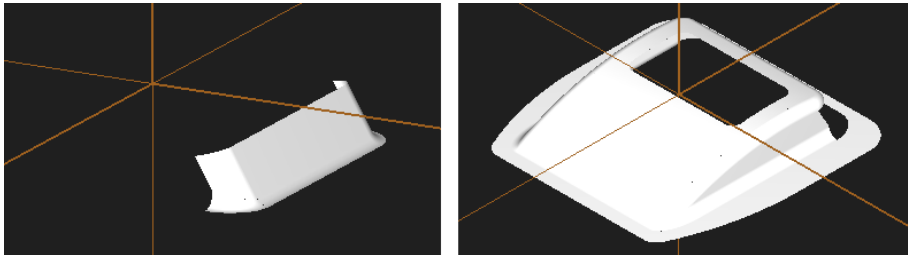
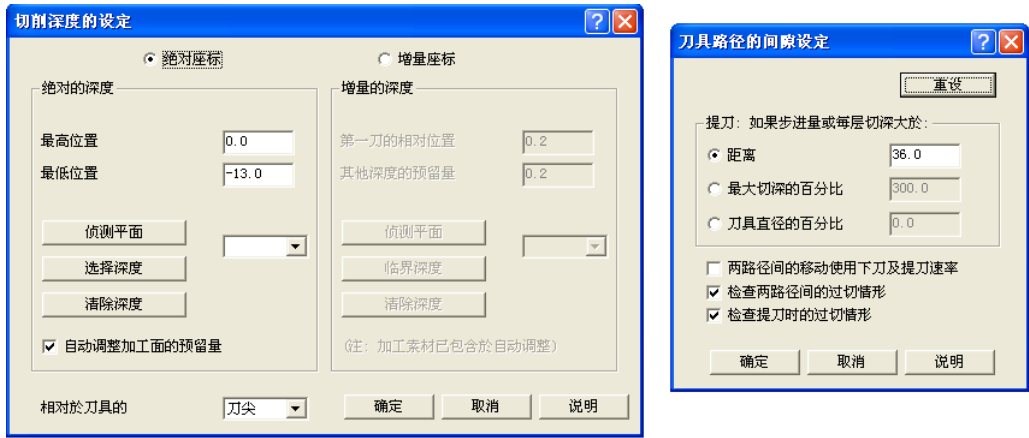
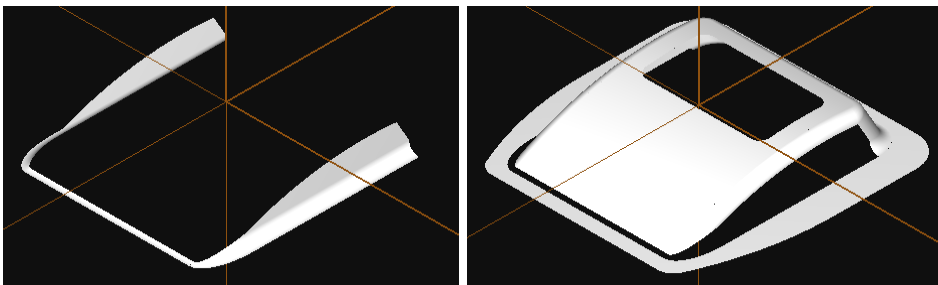

图 7-28 步骤 7) 的加工面和干涉面
图 7-29 步骤 7) 的切削深度和刀具路径间隙设定参数
图 7-30 步骤 8) 的加工面和干涉面
7) 新建群组 D6R3, 选择“曲面精加工—等高外形”, 从刀库中选择 $\phi 6R3$ 球刀, 在“刀具参数”选项卡, 设定进给率: 800、下刀速率: 400、提刀速率: 2000、主轴转速: 3000, 勾选: 喷油; 在“曲面加工参数”选项卡, 输入参考高度: 30、进给下刀位置: 3, 点选“增量坐标”, 勾选“快速提刀”, 设定加工的曲面/实体预留量: 0.0, 干涉的曲面/实体预留量: 0.0, 加工面的选择如图 7-28 左所示, 干涉面的选择如图 7-28 右所示, 不选择切削范围; 在“等高外形精加工参数”选项卡, 设定 Z 轴最大进给量: 0.15, 勾选“切削顺序最佳化”和“减少插刀情形”, 开放式轮廓的方向点选“双向”, 单击“限定深度”, 在“切削深度的设定”对话框中点选“绝对坐标”, 设定最高位置:  $-0.0$ , 最低位置:  $-13.0$ , 勾选“自动调整加工面的预留量”, 单击“间隙设定”, 在“刀具路径的间隙设定”对话框, 点选“距离”, 设定为: 36.0, 其余参数均默认, 如图 7-29 所示。
8) 复制步骤 7), 加工面的选择如图 7-30 左所示, 干涉面的选择如图 7-30 右所示, 在“等高外形精加工参数”选项卡, 设定 Z 轴最大进给量: 2.0, 其余参数均默认。
步骤 7)、8) 主要是为了 30° 斜面、侧直壁面和 R 圆角面, 图 7-28、图 7-30 的加工面如果全选, 从刀具路径模拟中可以发现两个问题: ①间隙设定如果默认, 则会导致频繁抬刀, 影响效率; ②间隙设定如果改大一点, 则又容易伤及 R100 的上表面弧面, 效果均不好, 所以分开为两步加工。